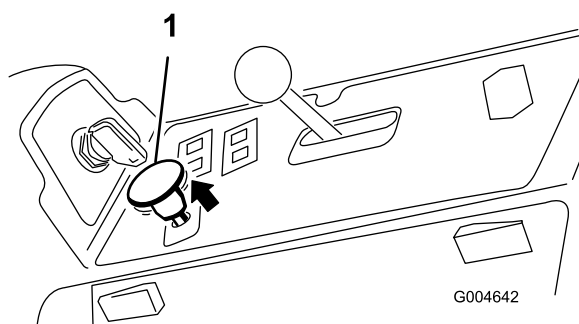

Figura 58
3. Tire del mando de la TDF para engranarla (Figura 58).